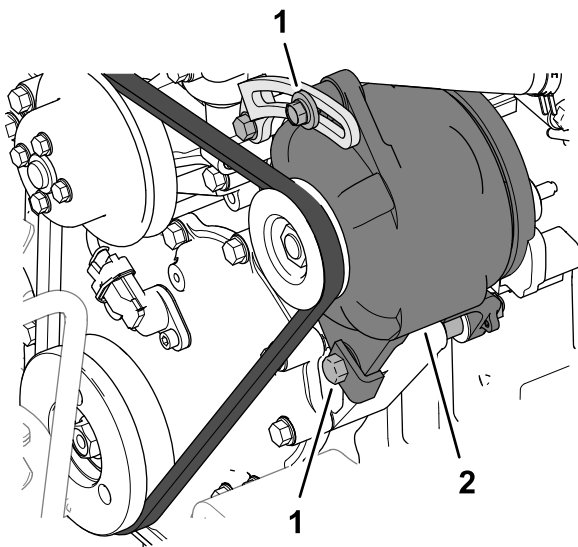

Figure 114
Vérifiez l'état et la tension des courroies (Figure 114) toutes les 100 heures de fonctionnement.
5. Si la flèche est supérieure ou inférieure à 10 mm ( $\frac{3}{8}$  po), desserrez les boulons de montage de l'alternateur (Figure 114).